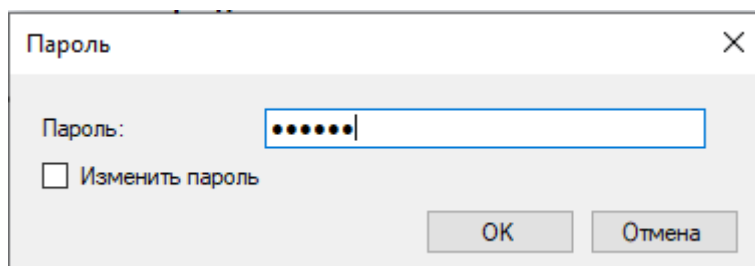

Рисунок 6.13
- В появившемся поле ввести пароль для подключения к прибору (Рисунок 6.13).